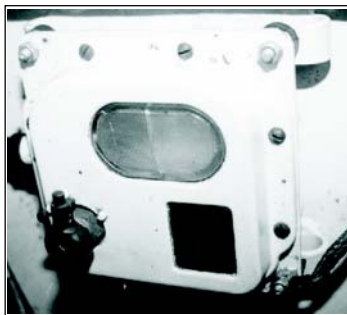

Fig 3-7. Plafonnier
(2) “Plafonnier” do motorista. (Fig 3-7)